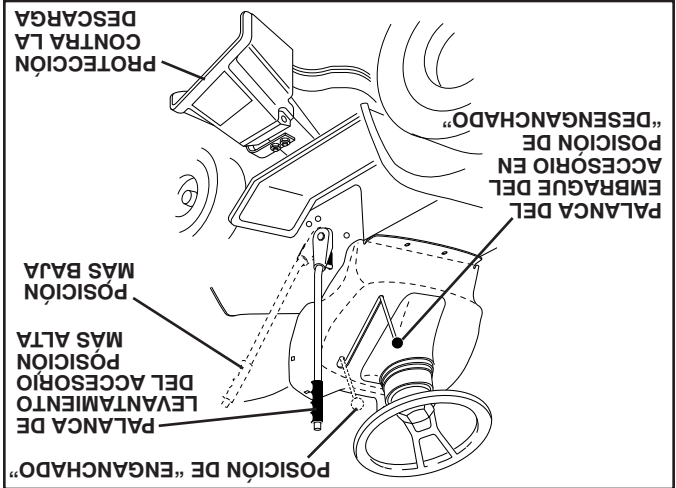

Fig. 6
PARA OPERAR LA SEGADORA (Vea Fig. 6)
SEGADORA - (Vea Fig. 6)
PARA USAR EL CONTROL DE LA ACCELERACIÓN (D) (Vea Fig. 6)
PARA MOVERSE HACIA ADELANTE Y HACIA ATRÁS (Vea Fig. 6)
PARA AJUSTAR LA ALTURA DE CORTE DE LA SEGADORA (Vea Fig. 6)